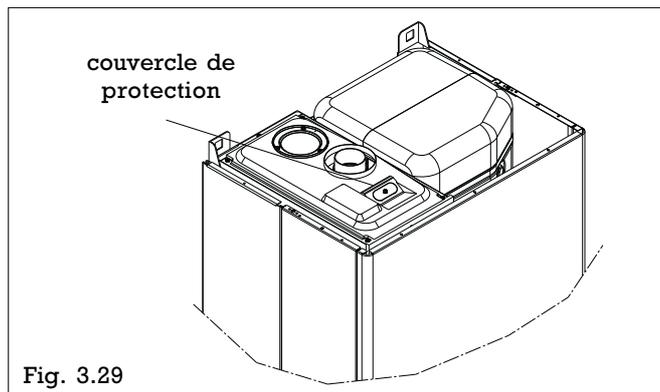

Fig. 3.29
- L'analyse de combustion peut être effectuée à partir des prises positionnées sur le caisson d'air, après avoir enlevé le petit couvercle de protection (fig. 3.29).